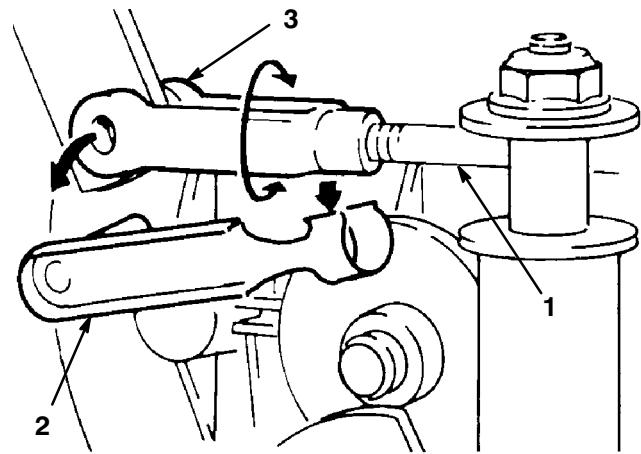

Abbildung 24
14. Das Ende der Mähdeckbetätigungsstange an der linken Seite des Getriebes ausfindig machen (Abb. 24). Die Halterung des Lastösenbolzens entfernen und den Bolzen drehen, um die Stange zu verlängern bzw. zu verkürzen, bis zwischen Riemen und Scheibe der gewünschte Spielraum hergestellt ist.
7. Vier Flanschmuttern lösen, mit denen die Stehlager mit Differentialachse am Mäherrahmen befestigt sind (Abb. 24).